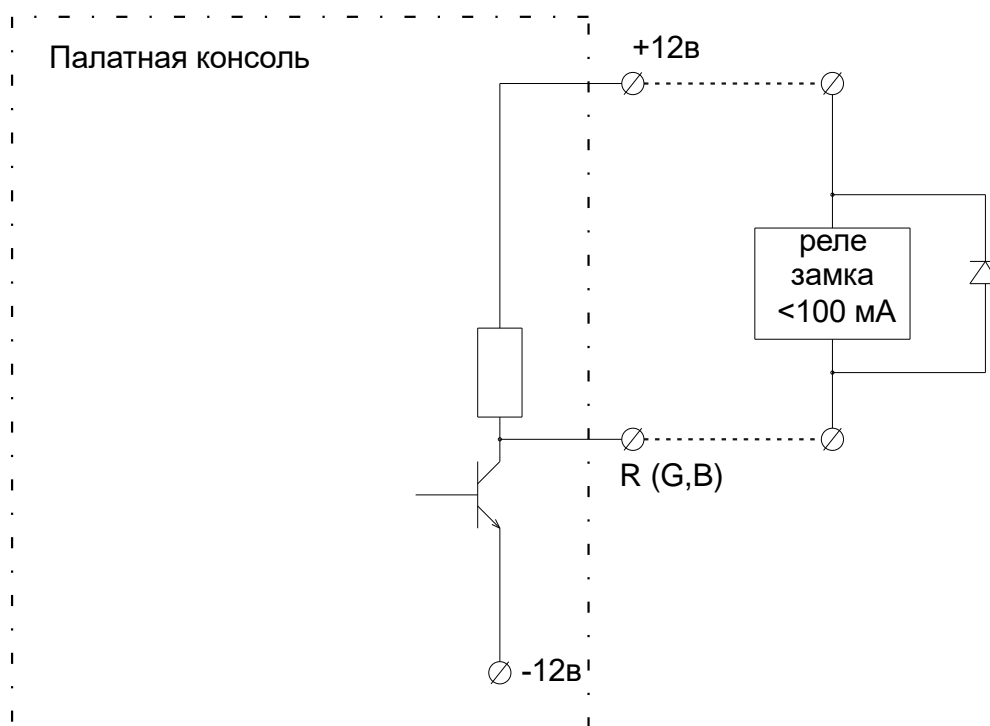

Рисунок 3. Схема подключения замка
Если используются замки: подключить входы реле управления замков к контактам **(R) (G) (B)** и контакту **+** следующим образом: замок 1 к контакту **(B)**, замок 2 к контакту **(G)**, замок 3 к контакту **(R)** (рис.3).